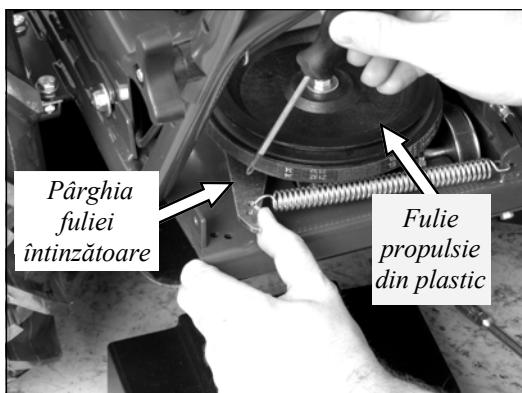

FIG. 55 Îndepărtarea rolei baladoare.
- 3) Îndepărtați rola baladoare (Fig. 55) și blocați-o în poziția depărtată cu o șurubelniță Phillips (Fig. 56).